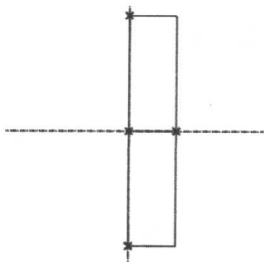

图 1-12
- ⑥ 单击【选项】按钮，在打开的面板中选择“可变剖面”。
- ⑦ 单击 ☒ 按钮，系统进入草绘状态。
- ⑧ 绘制如图 1-12 所示的矩形剖面。